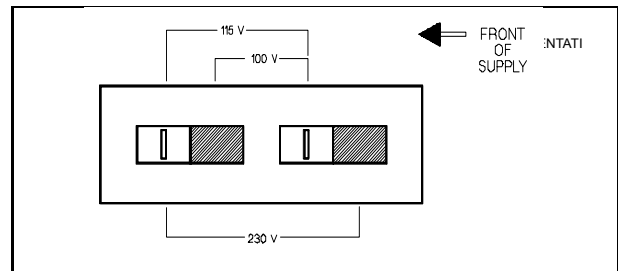

Figure 2. Sélecteur de tension secteur (réglé pour 115 Vca)
- Positionnez les deux sections du commutateur de sélection de tension secteur sur la carte de circuit imprimé pour la tension secteur souhaitée (voir figure 2).